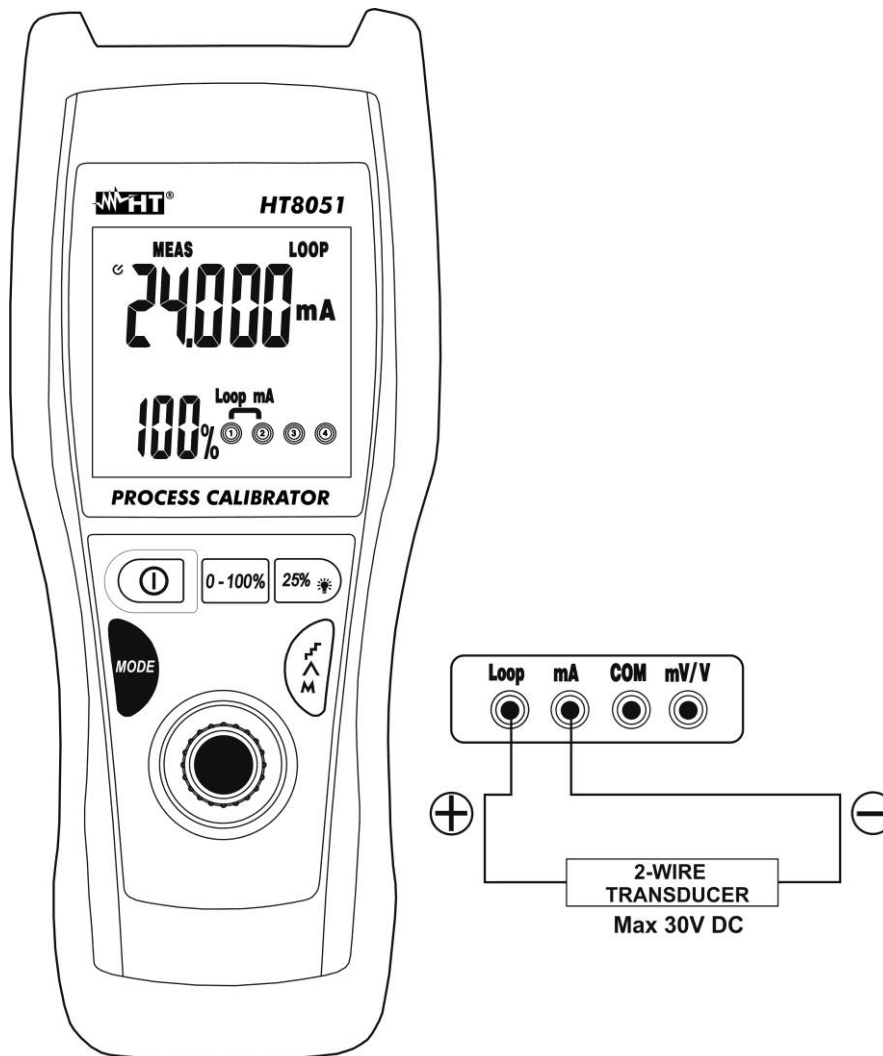

Fig. 7: Medição de correntes CC na saída de transdutores externos (Loop)
4. Ligar a ponteira verde e a ponteira preta ao transdutor externo respeitando a polaridade e o sentido da corrente (ver a Fig. 7).
6. A mensagem "-OL-" indica que a corrente em exame excede o valor máximo mensurável pelo instrumento. Para a geração do valor negativo da tensão, rodar as ponteiras de medida no sentido oposto em relação à ligação da Fig. 7.